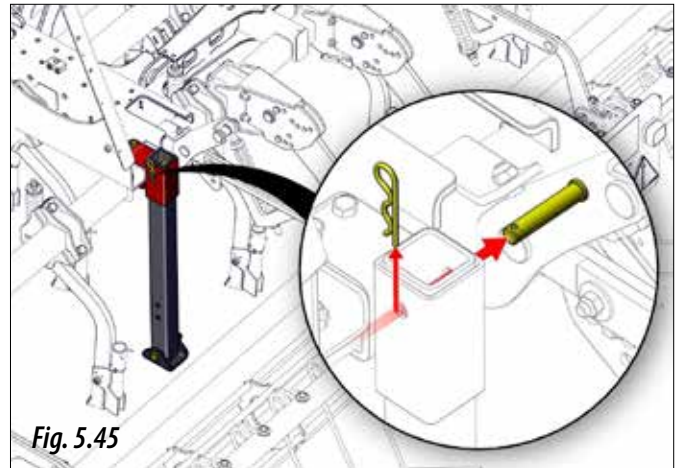

Fig. 5.45
- 1- Retirar el pasador y el bulón (Fig. 5.45) para liberar el pie.